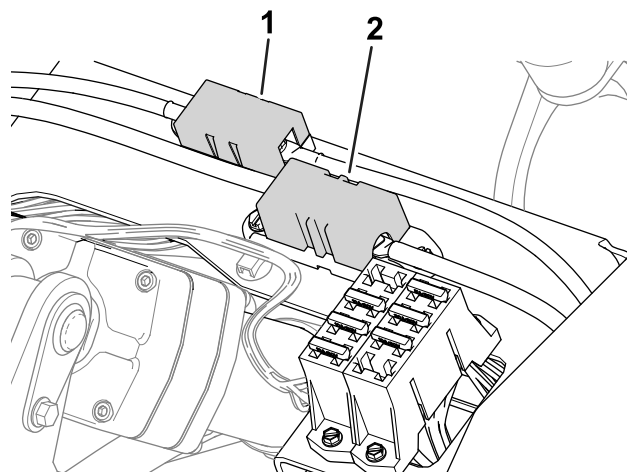

図 61
- ジェネレータのヒューズ100 Aと右ホイールモータのヒューズ60 Aは座席下ににあります 図 61。